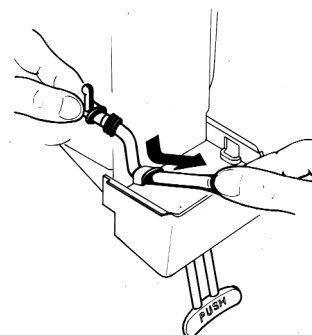

figura 13
- 2 - Insertar el tubo goma de salida en su sede horizontal en el fondo del contenedor (ver figura 13).